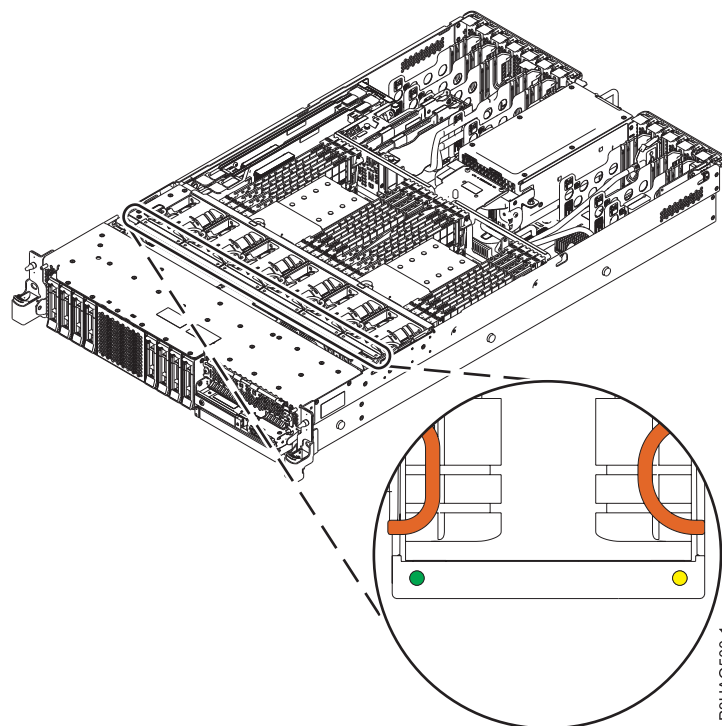

Figura 1. Os LEDs na caixa de ventoinha para os AMDs
- Têm de existir dispositivos de circulação de ar (AMDs, Air Moving Devices) instalados em todas as seis posições.Cada uma das seis unidades AMD tem um LED verde e um LED âmbar, tal como é demonstrado em Figura 1 na página 3. O LED verde estará **Ligado** para todas as seis ventoinhas, mas a ventoinha com a falha terá o LED de falha âmbar aceso.
Cada uma das quatro unidades AMD tem um LED verde e um LED âmbar, tal como é demonstrado em Figura 1. O LED verde estará **Ligado** para todas as quatro ventoinhas, mas a ventoinha com a falha terá o LED de falha âmbar aceso.